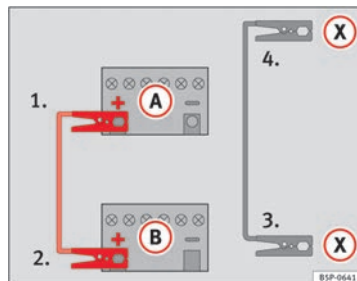

Fig. 132 Schéma de branchement pour les véhicules équipés du système Start-Stop.
- Raccordez une extrémité du câble de démarrage *rouge* au pôle positif (+) du véhicule dont la batterie est déchargée (A) ⇒ fig. 132.
- Raccordez l'autre extrémité du câble de démarrage *rouge* à la borne positive (+) du véhicule fournissant le courant (B).
- Raccordez une extrémité du câble de démarrage *noir* (X) à une borne de mise à la terre appropriée, à une pièce métallique massive vissée au bloc-moteur, ou au bloc-moteur lui-même ⇒ fig. 132.
- Raccordez l'autre extrémité du câble de démarrage *noir* (X), sur le véhicule avec la batterie déchargée, à une pièce en métal massif vissée au bloc-moteur ou directement au bloc-moteur, mais le plus loin possible de la batterie (A).